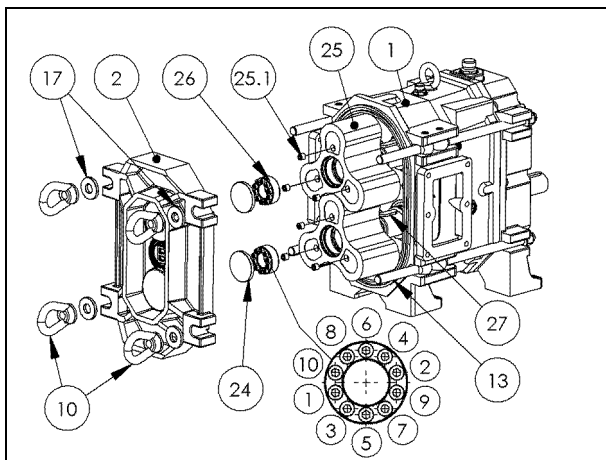

Fig. 16-22. Montaggio coperchio posteriore e lobi.
2. Infilare negli alberi i lobi (P. 25) (Fig. 16-22), avendo cura di ingrassare i lobi sia sui fianchi che sulle alette (non utilizzare grasso o olii per gomma tipo EPDM, per questo tipo di gomma utilizzare esclusivamente acqua saponata o olio di silicone);
3. Avvitare i n°3 grani salvafiletto (P. 25.1) che si trovano nella parte viva dei lobi, usando una chiave a brugola da 6mm (Fig. 16-22);
uniforme e incrociato, come Fig. 16-22, coppia finale **13 Nm**. (Att. Premere lobi durante serraggio calettatori) Att: la zona dell'albero dove c'è il calettatore deve essere esente da grasso.
6. Montare il coperchio (P. 2) assemblato con piastre (Fig. 16-22);